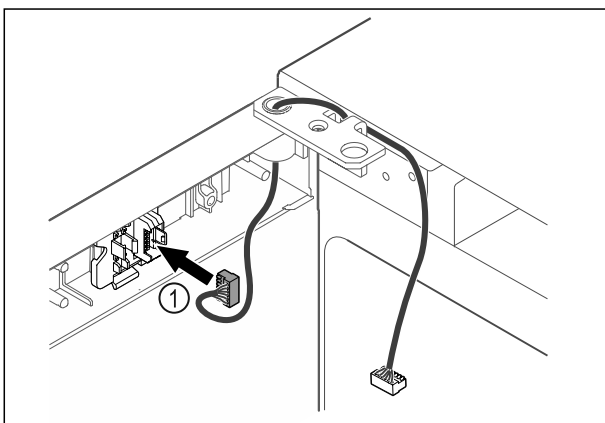

Fig. 33
- Insérer le connecteur Fig. 33 (1) dans le support.